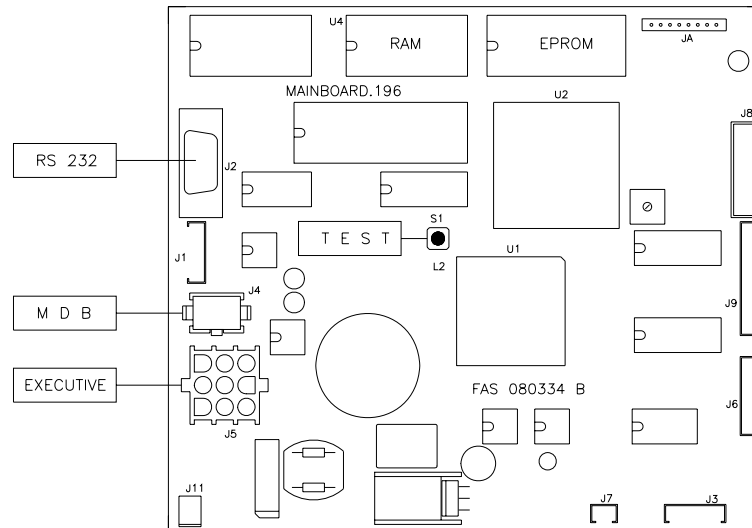

FIG. 3
- Si en la pantalla aparece "MEMORY CLEARED" apretar el pulsador situado en la tarjeta principal dentro de la caja recaudadora (véase FIG. 3) para inicializar la memoria. En la pantalla aparece el mensaje "PUERTA ABIERTA DISTRIBUIDOR EN MANTENIMIENTO". El distribuidor automático empezará automáticamente un autotest. Si no se identifica ningún error la columna se desplazará a la posición de inicio y la máquina estará lista para el uso.
Al encender el distribuidor, sobre el display aparece escrito "INIT" seguido por "memory cleared" si la memoria no contiene datos, o bien, si los datos contenidos no son confiables. La misma condición se alcanza cuando se ejecuta el mando "cancela memoria", o bien, en el caso en que la memoria se haya estropeado. Oprimiendo el pulsador FIG. 3 situado en la ficha electrónica principal en el interior de la caja para fichas, la memoria será automáticamente restablecida con los valores preestablecidos descritos en la sección dedicada a las instrucciones. Luego la máquina iniciará automáticamente una serie de tests, al final de los cuales, si todo está en orden, entrará en funcionamiento. En caso contrario, el distribuidor quedará bloqueado y sobre el display se visualizará el número del test que corresponde con la parte donde se ha verificado el mal o nulo funcionamiento.
Es posible realizar también una prueba de funcionalidad del distribuidor, para tal fin es necesario encender el distribuidor y oprimir el pulsador test (FIG. 3) situado sobre la ficha electrónica principal, la máquina entrará en la modalidad de venta libre y en el display aparecerá el mensaje "Venta libre", si todo va bien, de otra manera se visualiza la selección: fuera de servicio. Para restablecer la selección, apretar el pulsador respectivo. Si el problema persiste, aparecerá escrito el mensaje indicante el tipo de avería. A partir de ese momento es posible probar el ciclo de venta de la máquina por cada una de las selecciones, mientras que sobre el display aparecerán los mensajes relativos a eventuales anomalías que se hubiesen verificado durante la prueba. Para entrar nuevamente en el modo de funcionamiento normal, basta oprimir nuevamente el pulsador FIG. 3 situado sobre la ficha principal.